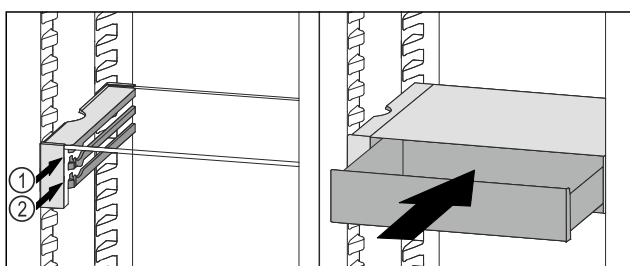

Fig. 95
- Placer le tiroir VarioSafe derrière les butées sur la nervure désirée Fig. 95 (1) ou Fig. 95 (2).